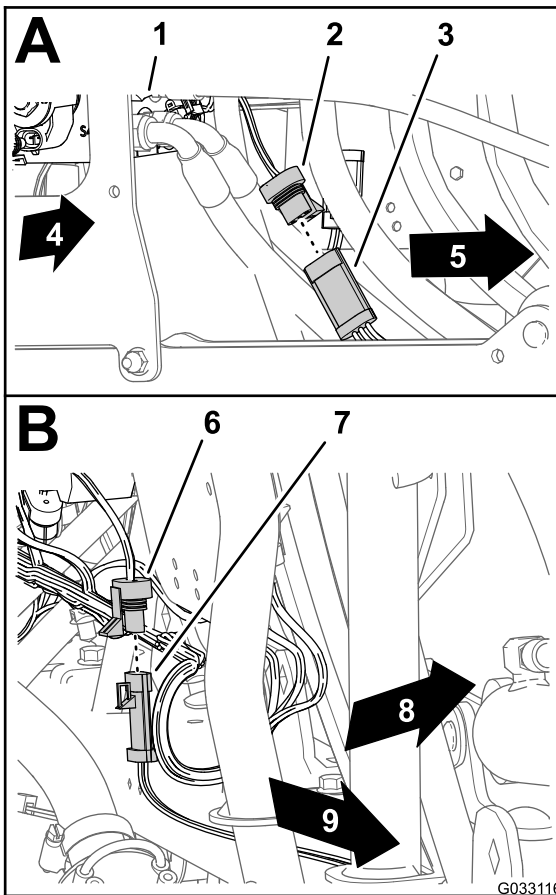

Bild 147
1. Schließen Sie den 3-Buchsen-Stecker des Kabelbaums für den Ultraschall-Ausleger am 3-Stift-Stecker des Kabels für den rechten Ultraschallsensor an (A in Bild 147).
- Schließen Sie den 3-Buchsen-Stecker des Kabelbaums für den Ultraschall-Ausleger am 3-Stift-Stecker des Kabels für den linken Ultraschallsensor an (B in Bild 147).